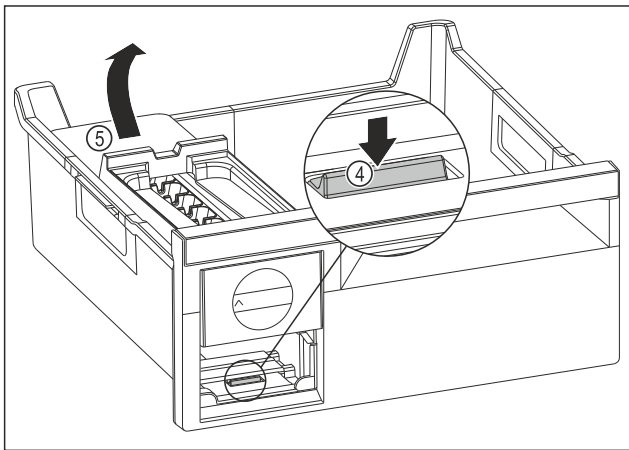

Fig. 91
- Вийняти корпус EasyTwist-Ice: натиснути накладку Fig. 91 (4) пальцем вниз і одночасно підняти корпус EasyTwist-Ice Fig. 91 (5) ззаду іншою рукою.